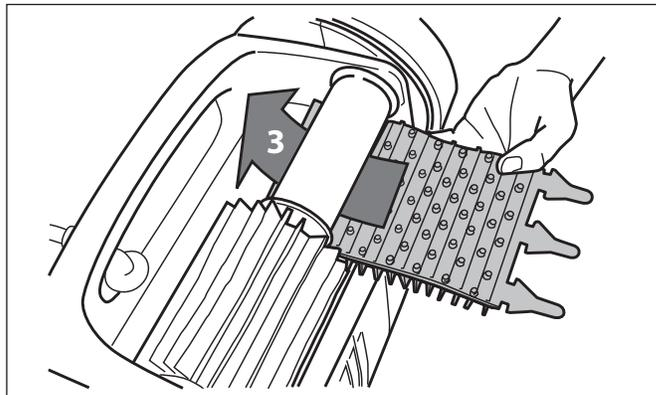

Figure 30. Installation de la nouvelle brosse
3. Pour installer la nouvelle brosse, placez-la sur le rouleau avec les lames de nettoyage orientées à l'opposé du rouleau (Figure 30).